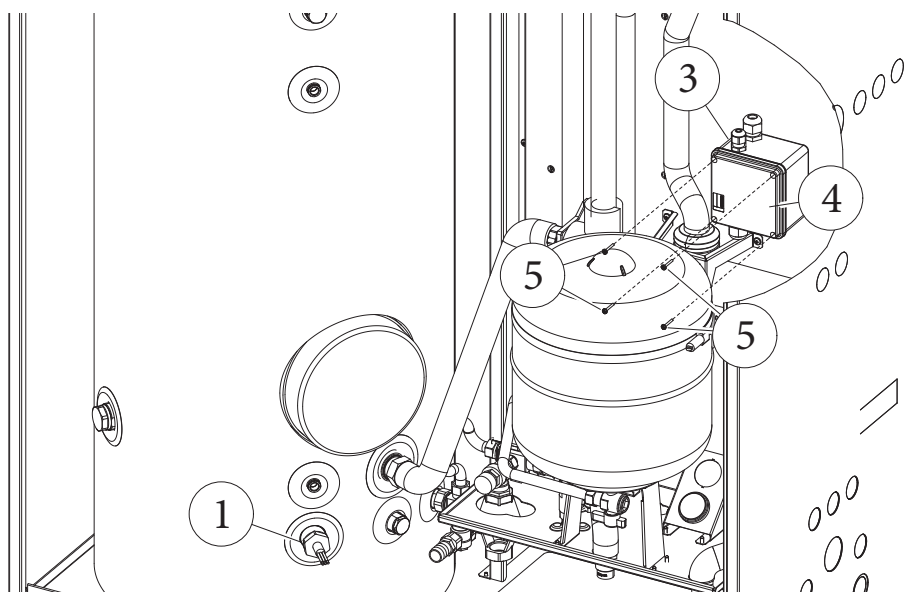

Fig. 4
- Chiudere il coperchio (4) della scatola allacciamento tramite le 4 viti (5) svitare in precedenza (Fig. 4).
- Close the cover (4) of the connection box by means of the 4 previously unscrewed screws (5) (Fig. 4).